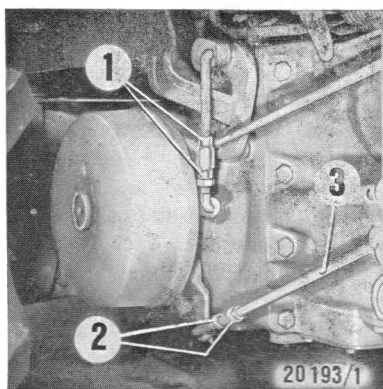

Fig. 79
L'efficacité du frein à main devrait être ressentie tandis que le levier d'actionnement ② du frein à main se trouve encore dans le premier quart de la course. S'il faut l'actionner davantage, corriger la biellette en agissant sur le tendeur fileté (① — Fig. 79).